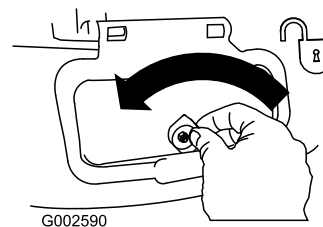

Figure 32
1. Unlock the side discharge door (Figure 32).